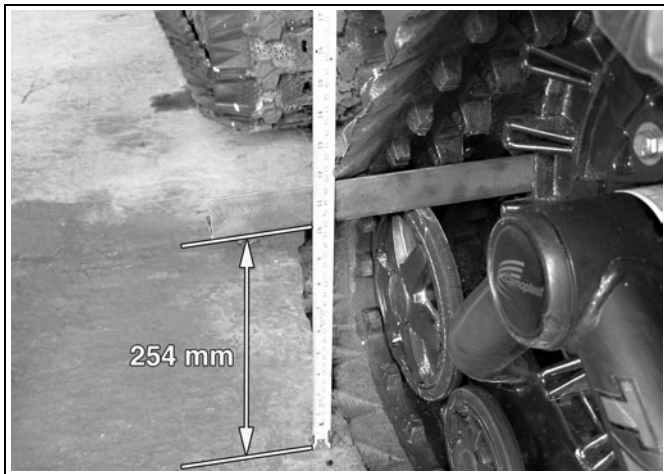

Figura 4
- Installare una barra piatta sulle ruote posteriori dei sistemi di cingoli e misurare l'altezza da terra, come mostra la Figura 4.